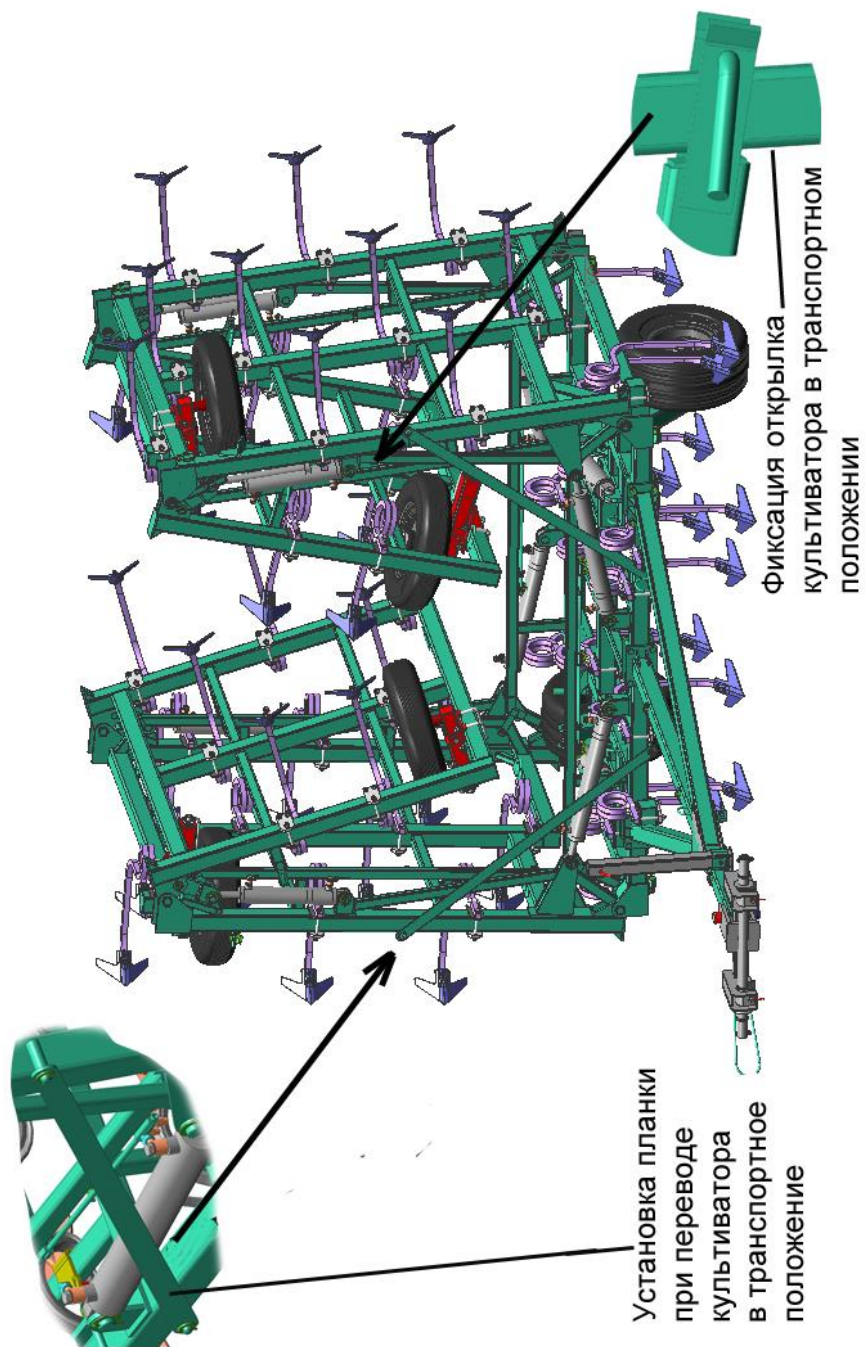

Рисунок 2 – Общий вид агрегата в транспортном положении
4.3 Перевод агрегатов в транспортное положение (см. рис.2).